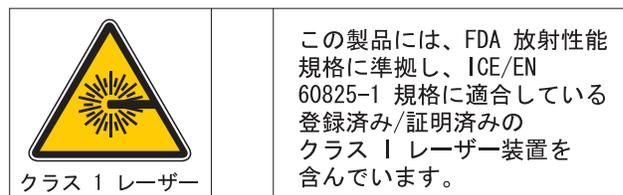

図 3. クラス 1 レーザー・ラベル
3. クラス 1 レーザー・ラベル。図 3 を参照してください。